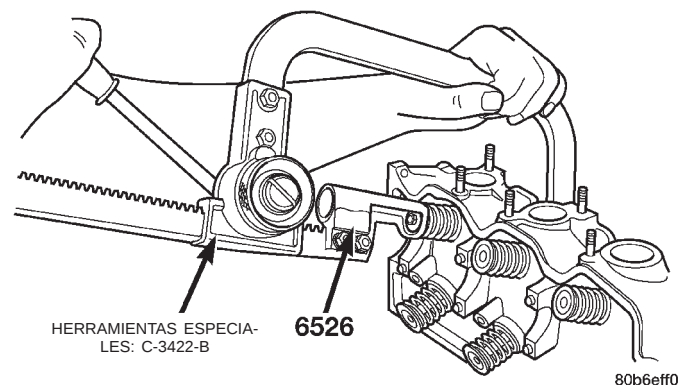

Fig. 96 Desmontaje de válvulas
(1) Con un compresor de muelle de válvula, herramienta especial C-3422-B con adaptador 6526 o equivalente, retire los seguros del retenedor de muelle, el retenedor, el muelle de válvula, y la válvula (Fig. 96).